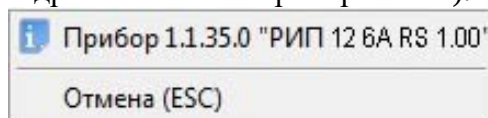

Рисунок 2
3.5.2 Для измерения емкости АБ РИП с помощью АРМ «Орион Про» (см. п. 8.3.4.2.3.2 РЭ АРМ «Орион Про») необходимо в мониторе системы нажать на пиктограмме прибора РИП на плане помещения, левой или правой кнопкой мыши, и в появившемся контекстом меню выбрать пункт информации, помеченный символом  (в данном пункте отображается адрес и название прибора Рис.2):